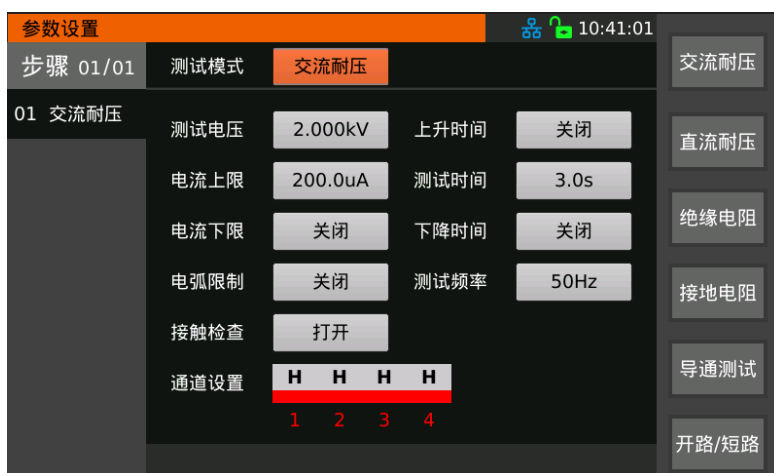

图 3-13-4 通道配置
**通道设置:** 以 TH9130S4VG 为例, 根据需要将通道设置为 H、L、O 状态, 其中 H 表示当前通道为高端, L 表示当前通道为低端, O 表示当前通道为开路, 例如, 将所有通道都设置为 H 即高端, 将被测件低端接入 Return 端 (设置如图 3-13-4)(连线如图 3-13-5), 即可实现所有通道对被测件的测试(结果如图 3-13-6)